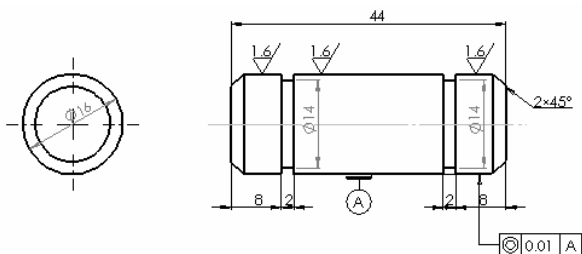

图 15-27 工程图
⑧ 利用同样的方法修改侧视图中尺寸的属性，最终可以得到如图 15-27 所示的工程图。工程图的生成到此即结束。